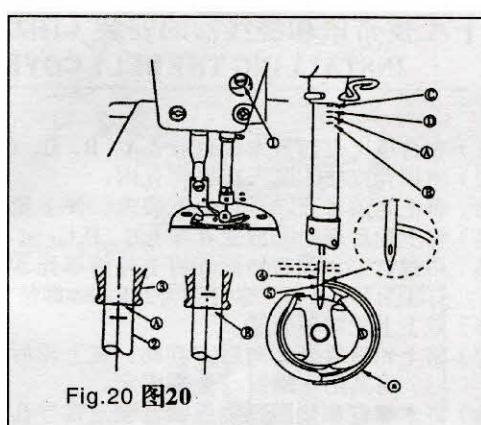

图20 Fig.20
17. Синхронизация иглы и челнока (Fig. 20)